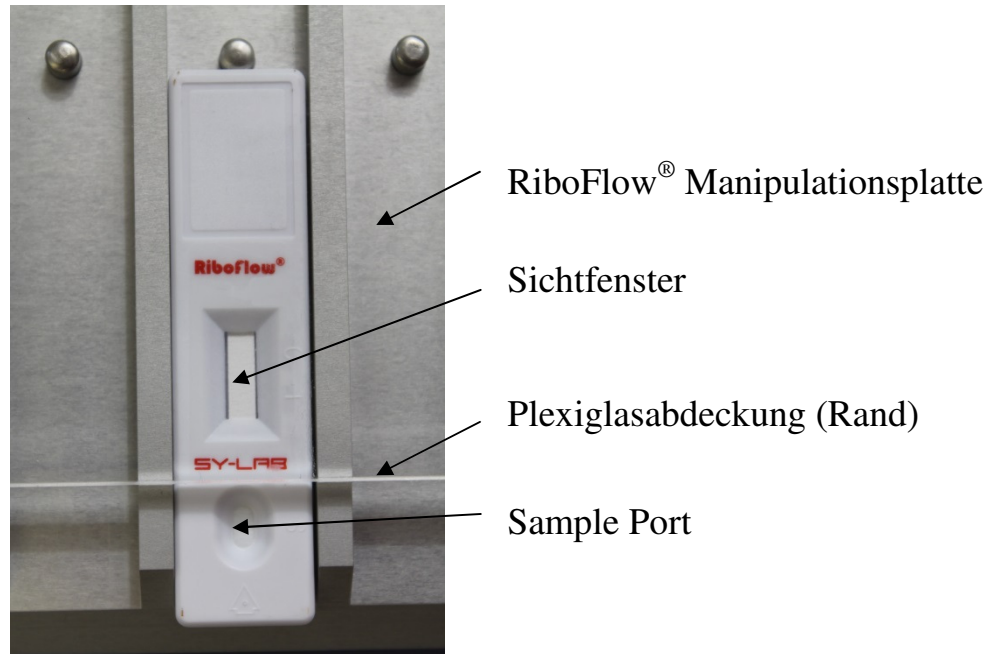

Abb. 1: RiboFlow[®] Lateral Flow Testkassette
3. Solution C und die benötigte Anzahl RiboFlow[®] Lateral Flow Assay devices (Testkassetten) mindestens 10 Minuten vor Testdurchführung im IL-10 Mini-Inkubator auf +48°C vorwärmen. Dafür Kassetten in die vorgewärmte RiboFlow[®]-Manipulationsplatte im Inkubator so einschieben, dass Sample Ports nicht von der Plexiglasabdeckung bedeckt sind (Abbildung 1).